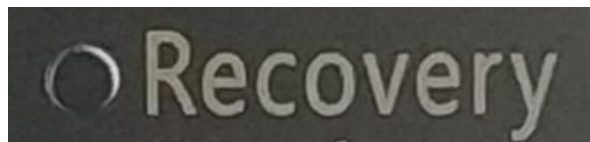

图 6 Recovery 还原按键
(1) 检查工作：① 由于备份及还原操作过程中机器均不能外接存储设备，在操作之前务必先检查确认 USB 接口未连接外部存储设备，如 U 盘等，否则备份还原会出现错误；② 保证硬盘内存容量大小不小于 64G；
(2) 在关机状态下，找到机壳上 Recovery (还原) 按键(如图 6 所示)，并保持按下状态不松开，然后按下开机按钮，直到进到 Ghost 界面再松开；